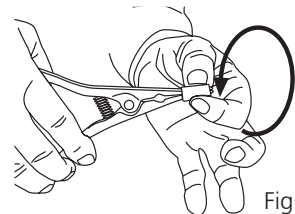

Figura 9
2) Ensanchar lentamente la pinza y apretar varias veces con fuerza, permaneciendo algunos segundos en correspondencia de cada abertura. Repetir la operación varias veces girando la boquilla elástica (figura 9), hasta obtener una dilatación homogénea.